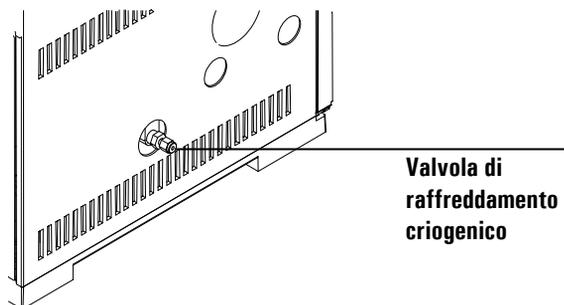

Figura 109. Posizione della valvola di raffreddamento criogenico
2. Localizzare l'ingresso per il liquido refrigerante sul lato sinistro del GC. Preparare un tubo della lunghezza adeguata per collegare il serbatoio el liquido con il connettore in uscita. Vedere la Figura 109.